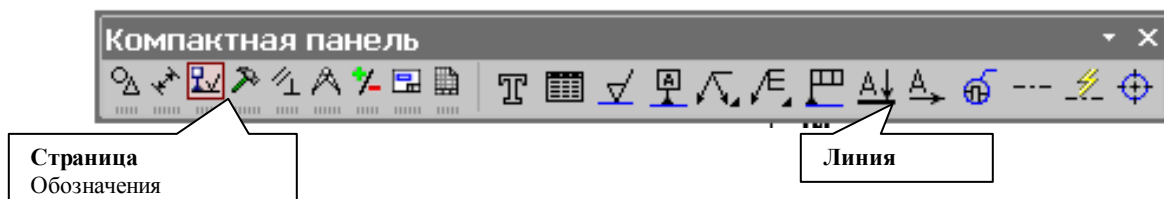

Рис.109 Кнопка Линия разреза
та же кнопка  Линия разреза, расположенная на странице Обозначения (рис.109).
1. По заданным размерам построим твердотельную модель призмы (рис.109 б). Сохраним модель в памяти компьютера в файле с именем «Призма».